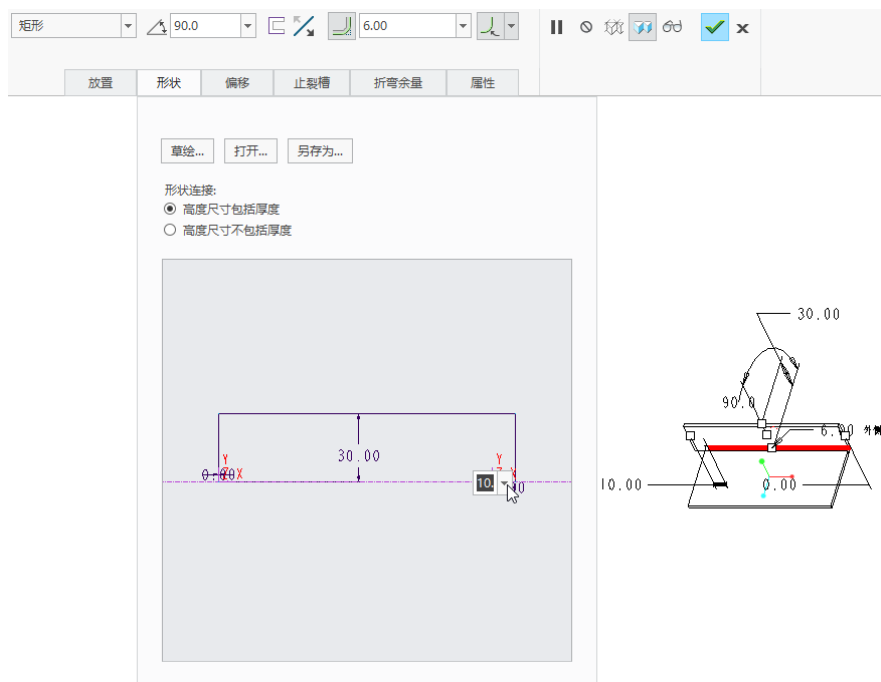

图 1-102 设置矩形的形状尺寸
(4) 进入“形状”面板，在“草绘”窗口中设置图 1-102 所示的正尺寸值。